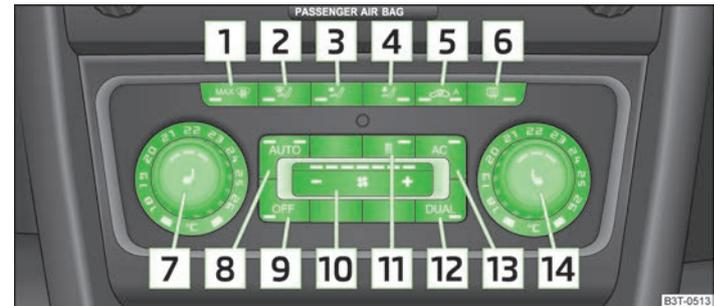

Abb. 109 Climatronic: Bedienelemente
- > (AC) 13 » Abb. 109 auf Seite 100 eingeschaltet.
- > Die Taste (AUTO) 8 » Abb. 109 auf Seite 100 drücken.
- Die Taste (AUTO) **8** » Abb. 109 auf Seite 100 drücken. In der rechten oder linken oberen Ecke leuchtet eine Kontrollleuchte auf, je nachdem, welcher Betrieb zuletzt ausgewählt wurde.
- Die Taste (AC) » Abb. 109 auf Seite 100 drücken. Die Kontrollleuchte in der Taste leuchtet auf.
- Durch erneutes Drücken der Taste (AC) wird die Kühlanlage ausgeschaltet. Die Kontrollleuchte in der Taste erlischt. Aktiv bleibt nur die Funktion Lüftung, bei der keine niedrigere Temperatur als die Außentemperatur erreicht werden kann.
- Nach dem Einschalten der Zündung kann mit dem Drehregler **7** » Abb. 109 auf Seite 100 die Temperatur für beide Seiten eingestellt werden.
Wenn die Kontrollleuchte in der Taste (DUAL) **12** » Abb. 109 auf Seite 100 leuchtet, kann mit dem Drehregler **7** die Temperatur für beide Seiten nicht eingestellt werden. Diese Funktion wird wiederhergestellt, indem die Taste (DUAL) gedrückt wird. Die Kontrollleuchte in der Taste erlischt.
➤ Die Taste  **5** » Abb. 109 auf Seite 100 wiederholt drücken, bis die Kontrollleuchte auf der linken Seite der Taste aufleuchtet.
- Wenn die Frontscheibe beschlägt, dann die Taste  **1** » Abb. 109 auf Seite 100 drücken. Nachdem die Frontscheibe beschlagsfrei ist, die Taste  drücken.
➤ Die Taste  **10** » Abb. 109 auf Seite 100 auf der linken Seite (Gebläsedrehzahl verringern) bzw. auf der rechten Seite (Gebläsedrehzahl erhöhen) wiederholt drücken.
- Die Taste  **1** » Abb. 109 auf Seite 100 drücken.
- Die Taste  **11** » Abb. 109 auf Seite 100 drücken.